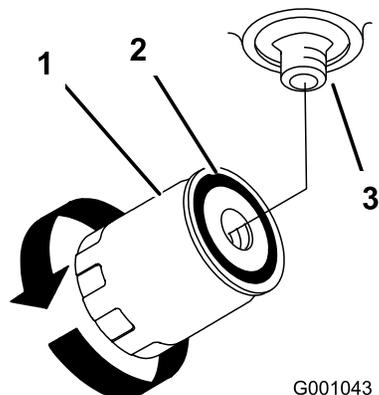

図 76
4. オイル・フィルタを外し、フィルタのアダプタのガスケットの表面をきれいに拭く（図 76）。
- アダプタにフィルタを取り付ける。ガスケットがアダプタに当たるまで手でねじ込み、そこから更に 1/2 回転増し締めする(図 76)。